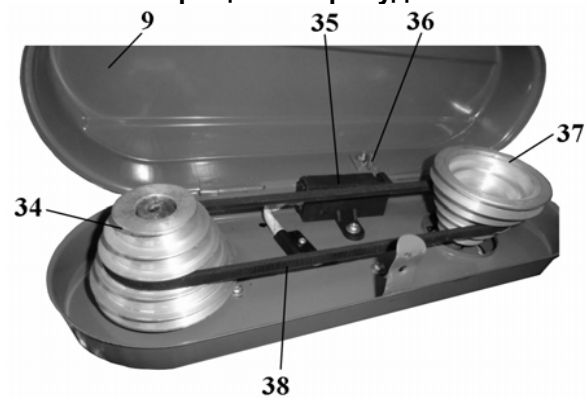
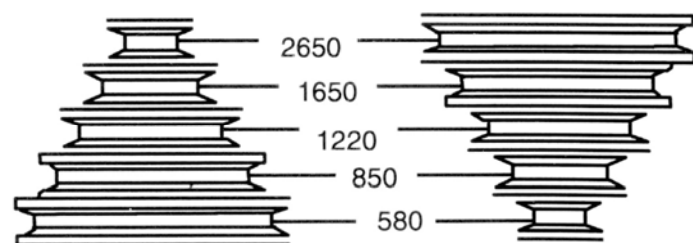
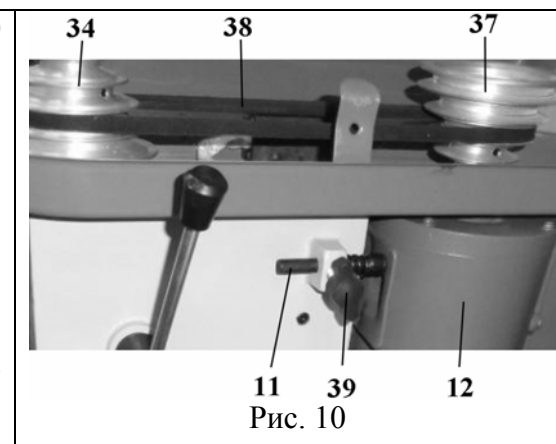

Рис. 8
Рис. 9
Рис. 10
- 10.8. Скорость вращения шпинделя регулируется изменением положения клинового ремня (38) на ручьях шкивов (34 и 37), Рис.8, 9. Можно установить 5 режимов частоты вращения шпинделя, Рис.9. Для изменения режима вращения шпинделя предварительно следует ослабить натяжение клинового ремня (38), Рис.8. Для этого необходимо ослабить винт фиксации (39), Рис.10. Переместите электродвигатель (12) со шкивом (37) в направлении шкива (34), так как на оси (11) установлена пружина; положение зафиксируйте винтом фиксации (39), Рис.10. В соответствии с намеченной операцией и согласно таблице 2 и Рис. 9 необходимо установить ремень (38) на ручьях шкивов (34 и 37), Рис.8 -10.
**Натяните клиновой ремень (38), для чего переместите электродвигатель (12) со шкивом (37) в направлении натяжения клинового ремня (38); положение надёжно зафиксируйте винтом фиксации (39).**